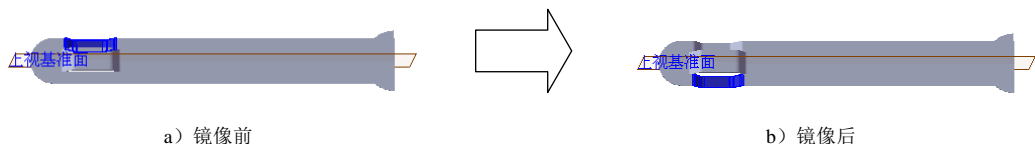

图 15.3.32 镜像 1
Step5. 创建图 15.3.32 所示的镜像 1。
(1) 选择命令。选择下拉菜单 **插入(I)** → **阵列/镜向(E)** → **镜向(M)...** 命令。
- (2) 定义镜像基准面。选取上视基准面作为镜像基准面。
- (3) 定义镜像对象。选择成形特征 2 作为镜像 1 的对象。
- (4) 单击  按钮，完成镜像 1 的创建。